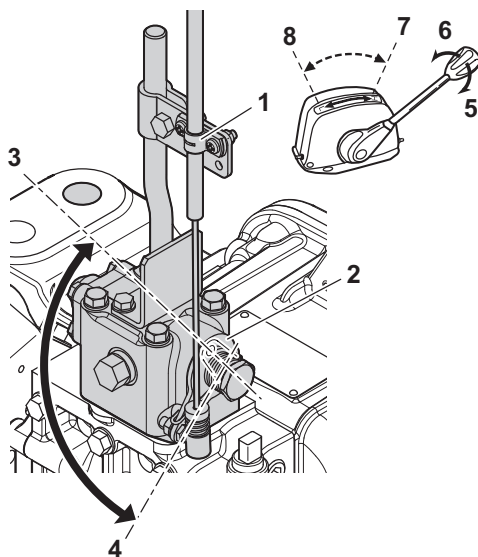

Figur 5
1. Assegure-se de que a alavanca de controlo remoto (**Figur 5, (2)**) se move para a posição correcta quando o manípulo do controlo remoto esta' nas posições NEUTRO, MARCHA-À-FRENTE e MARCHA-À-RÉ. Utilize a posição NEUTRA como padrão de ajuste.
2. Para ajustar, solte e torne a apertar o encaixe do cabo (**Figur 5, (1)**).